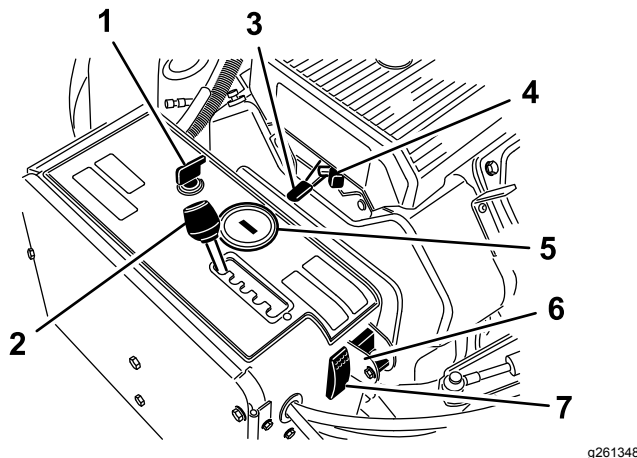

图14
使用点火开关图14以启动和关闭发动机。该开关有3个位置
将打孔机间距杆图14移到所需的打孔间距或用于行驶的“T”位置。
使用油门杆图14可控制发动机转速。向前推动油门杆可提高发动机转速快速位置向后推则降低发动机转速慢速位置。发动机速度用于调节打孔头的速度并控制机器的地面行驶速度。
- 当发动机关闭时小时表/转速计图14会显示发动机已经运行的小时数。
发动机冷启动时应使用阻风门图14。
将开关转到下方的位置可关闭 TrueCore 功能图14。卸掉螺栓以接触手动地形跟随开关。
如果机器停止运行如机器燃油耗尽请按系统重置开关(图14)升起打孔头。